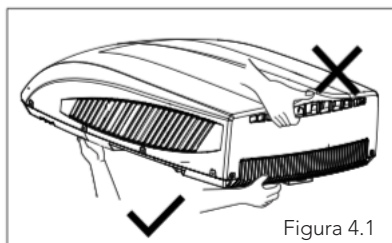

Figura 4.1
1) Quando si estrae l'unità esterna dopo il disimballaggio, non sollevare la griglia di uscita dell'aria sul retro dell'involucro esterno (vedere Figura 4-1).